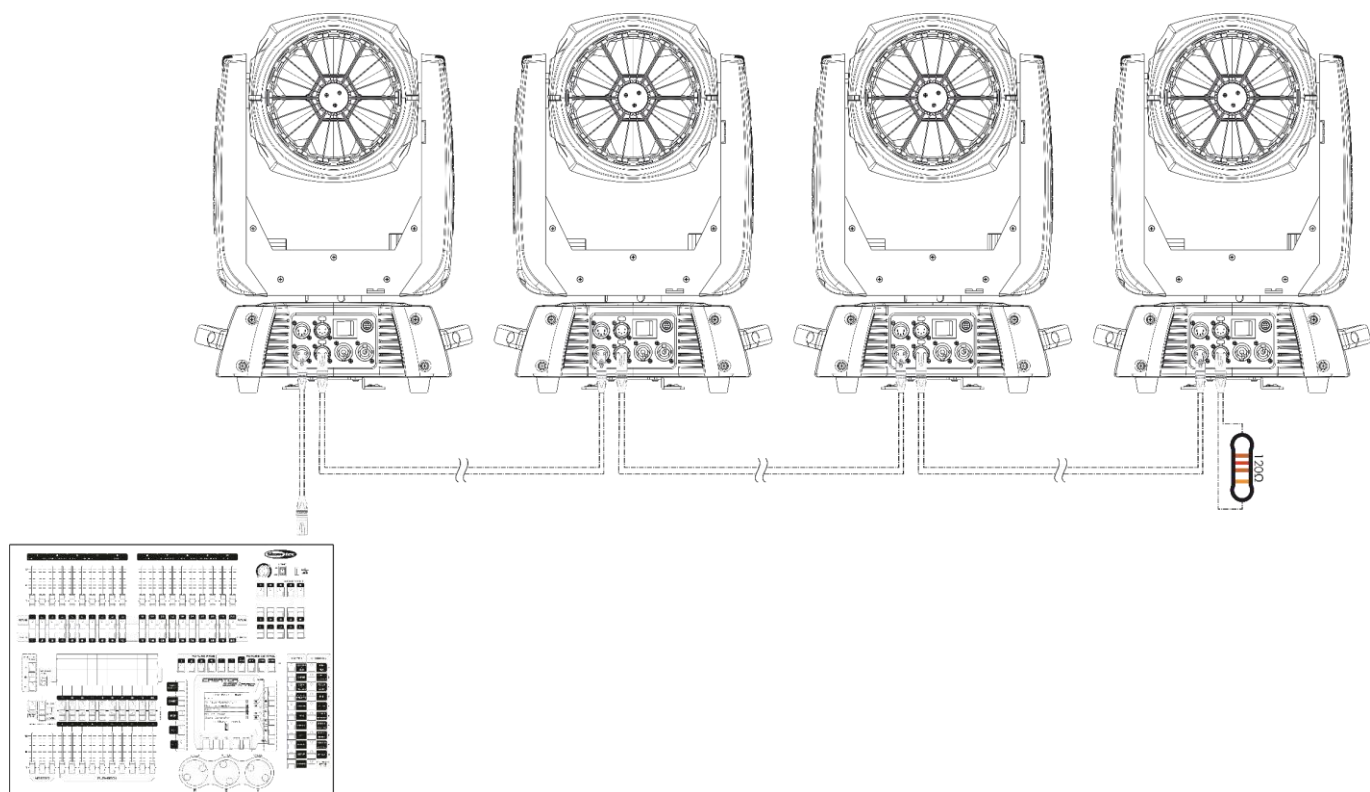

Fig. 15
- 03) Repita el paso 2 para todos los dispositivos de la conexión en cadena como se indica en la Fig. 15.